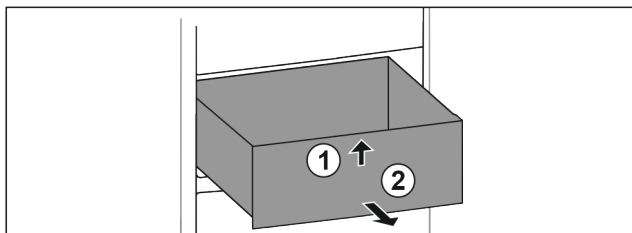

Fig. 27
- ▶ Nadzvedněte zásuvku vpředu. Fig. 27 (1)
- ▶ Vyjměte zásuvku dopředu. Fig. 27 (2)